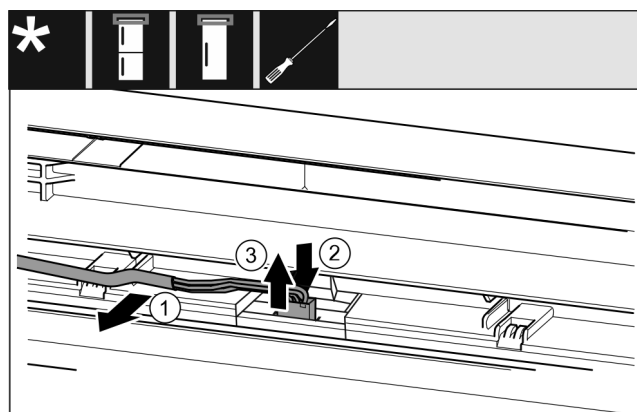

Fig. 24 制冷/冷冻组合/冰柜/冰箱*
- ▶ 将电缆 Fig. 24 (1)小心地从门内的导向装置上松开。*
- ▶ 向后按住插头后方的接片 Fig. 24 (2)。*
- ▶ 小心地向上拉出插头 Fig. 24 (3)。*